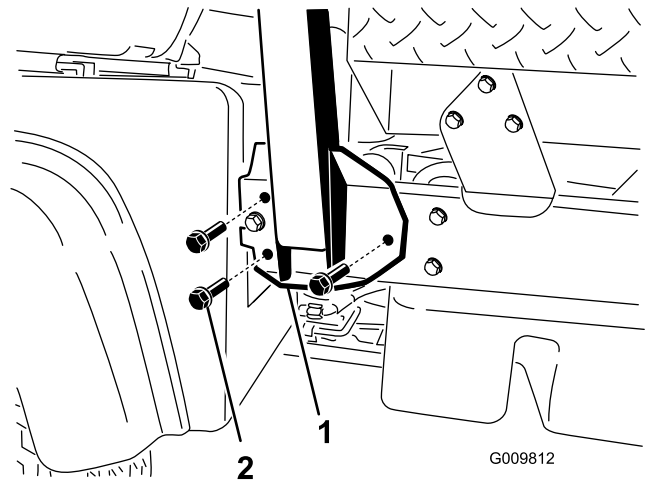

図 4
- 図4のように、ROPSの各サイドを車両フレーム各側面の取付け穴に合わせる。